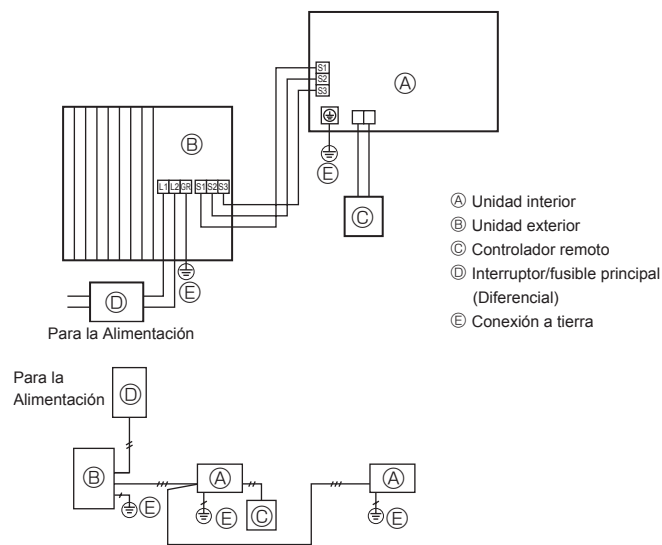

Fig. 6-1
6.1. Unidad exterior (Fig. 6-1, Fig. 6-2)
- ① Extraiga el panel de servicio.
- ② Tienda los cables de acuerdo con la Fig. 6-1 y Fig. 6-2.